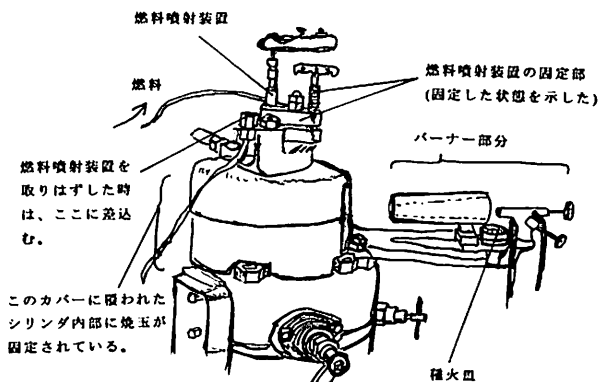

図1 エンジン上部の焼玉部分（カバー）とバーナー
3、十分に焼玉（図1参照）が熱せられたところを見計らって、燃料噴射装置を操作して、シリンダー内部の焼玉に燃料（A重油）を噴霧する。